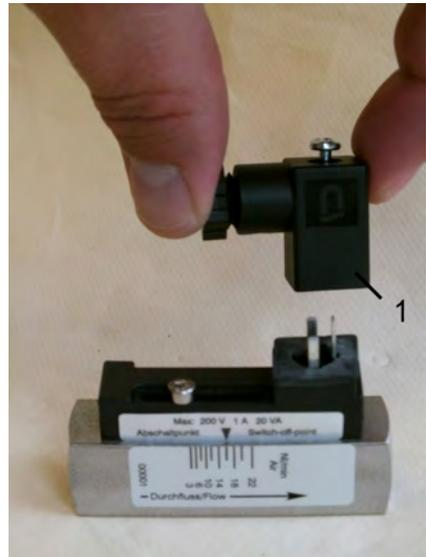

Abb. 50: Steckerdose abziehen
2. ➤ Steckerdose mit dazugehöriger Dichtung (Abb. 50/1) nach oben abziehen